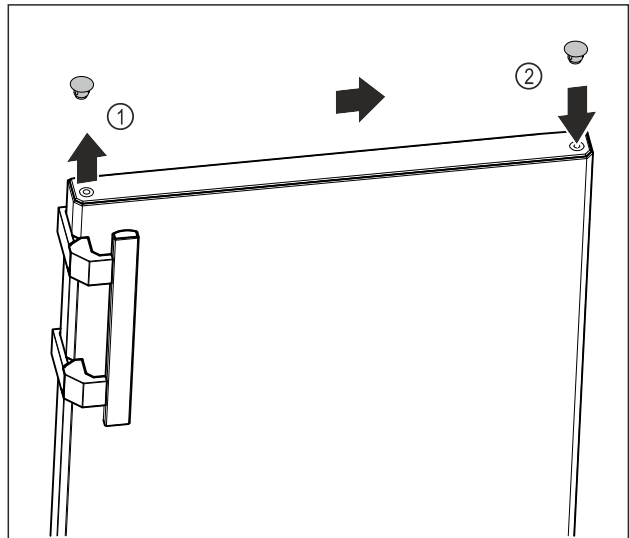

Fig. 13
- ▶ Ridicați cu precauție dopurile de acoperire de pe partea superioară a ușii Fig. 13 (1) cu șurubelniță plată.
- ▶ Montați dopurile de acoperire pe partea opusă. Fig. 13 (2)